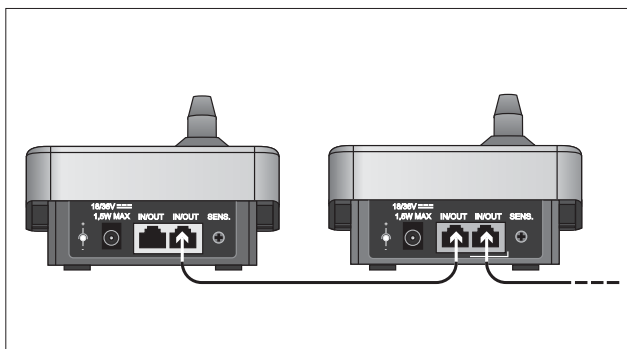

Fig. 2.1.1
Le postazioni PMB106-G e PMB112-G sono connesse tra loro in cascata, utilizzando le prese posteriori IN/OUT (9), come illustrato in Fig. 2.1.1; si fa presente che le due prese IN/OUT (9) possono essere utilizzate indifferentemente sia come ingresso che come uscita. Per il numero massimo di postazioni utilizzabili, fare riferimento al manuale dell'unità di controllo del sistema in cui le basi sono utilizzate.
The PMB106-G and PMB112-G stations are connected to one another in cascade formation using the rear-panel IN/OUT sockets (9), as illustrated in Fig. 2.1.1. It is pointed out that the two IN/OUT sockets (9) can be used either as inputs or as outputs as required. For the maximum number of stations that can be used, refer to the manual of the control unit of the system in which the bases are used.
Les postes PMB106-G et PMB112-G sont reliés entre eux en cascade en utilisant les prises arrière IN/OUT (9) (voir Fig. 2.1.1); rappelons que les deux prises IN/OUT (9) peuvent être utilisées aussi bien comme entrée que comme sortie. Pour ce qui concerne le nombre maximum de postes utilisables, consulter le manuel de l'unité de contrôle du système où les bases sont utilisées.